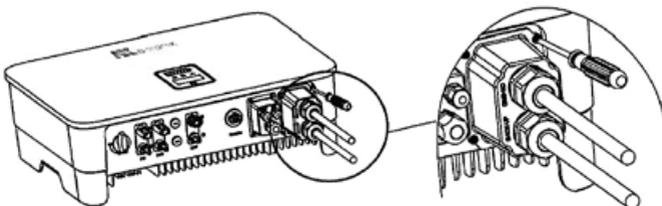

Abbildung 3.31
6. Befestigen Sie die Abdeckung des AC-Anschlusses mit Schrauben am Wechselrichter, siehe Abbildung 3-31: